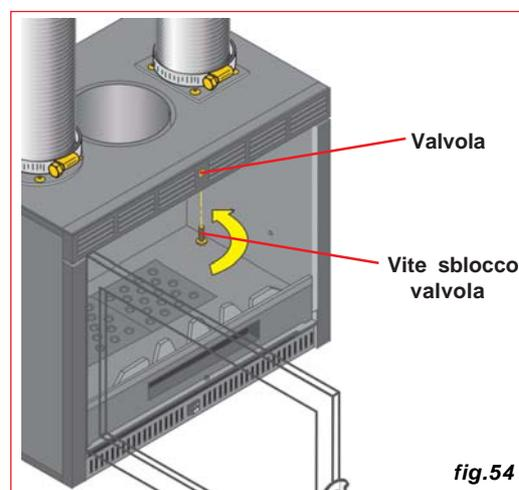

fig.54
- Aprire l'antina e rimuovere la vite di blocco della valvola by-pass (fig.54).